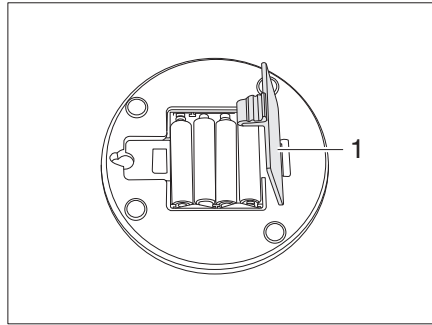

Fig. 301 Lampe dans le toit relevable
- Ouvrir le compartiment à piles (Fig. 301,1) et retirer les piles.
- Placer de nouvelles piles et refermer le compartiment à piles (Fig. 301,1).